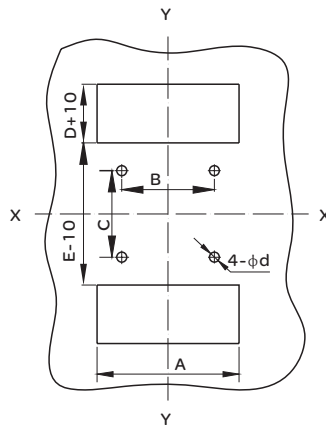

图9 插入式板前接线安装板开孔尺寸
(3) 插入式板前接线安装板开孔尺寸见图9 (X-X、Y-Y为三极断路器中心)